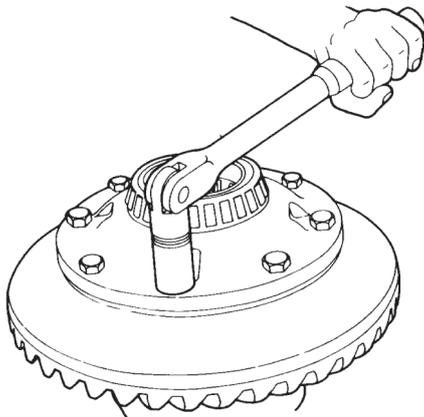

Figura 18
- A. Solte os parafusos que fixam a coroa e as duas metades da caixa suporte. (Figura 18);